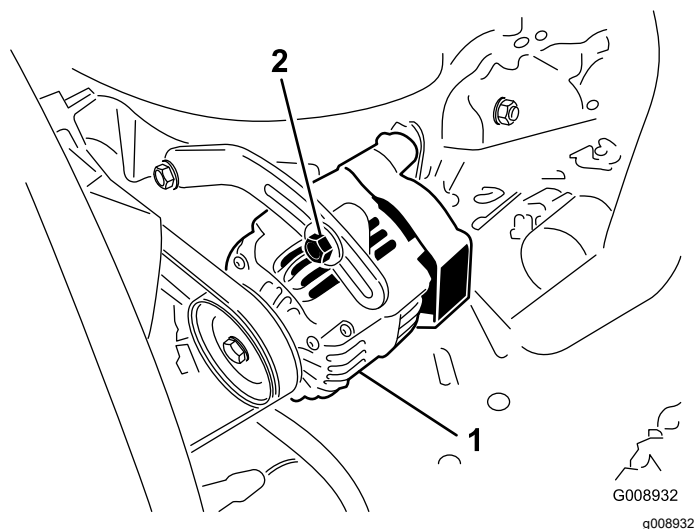

Figura 91
2. Se a deslocação obtida não for igual a 10 mm, deve desapertar os parafusos de montagem do alternador (Figura 91).